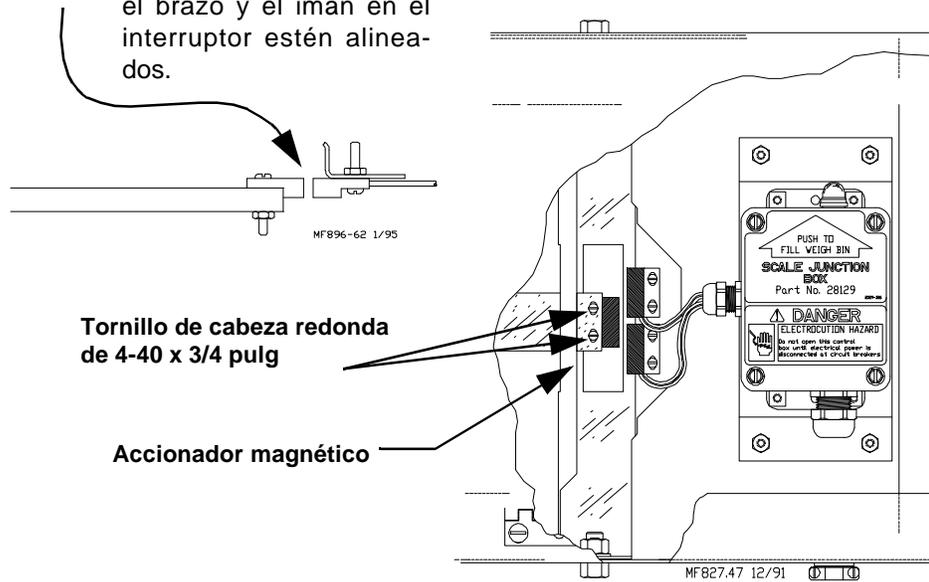

Figura 58.
- Montar el accionador magnético 5789 en el extremo del astil usando los dos tornillos de cabeza redonda de 4-40 x 3/4 pulg provistos. Ver la **Figura 58**.